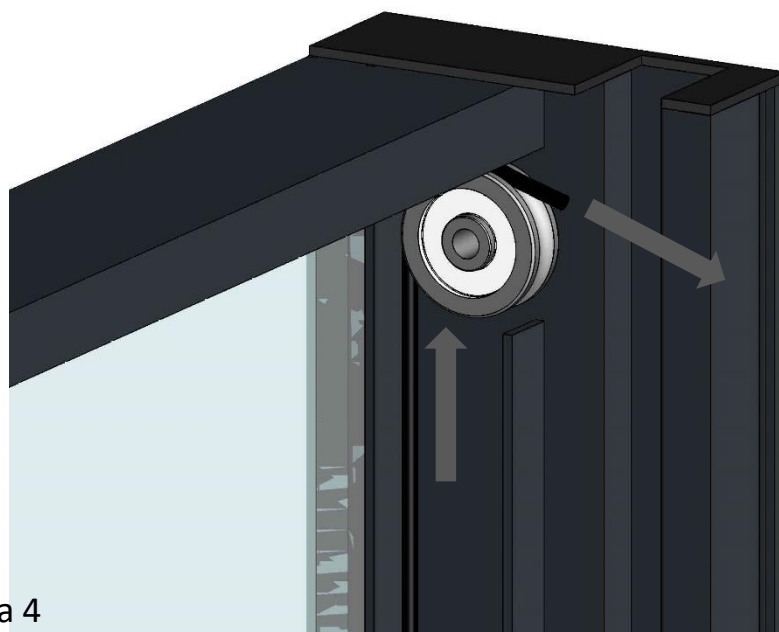

Figura 4
- Una vez colocado el contrapeso en su posición, pasar cada una de las cuerdas por el rodamiento (Figura 4).